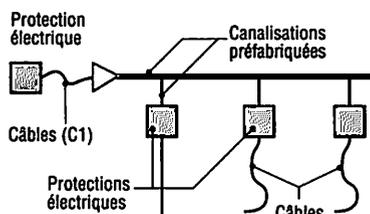

Fig. 14 : Schémas des protections.
3.4. Protections électriques (fig. 14)